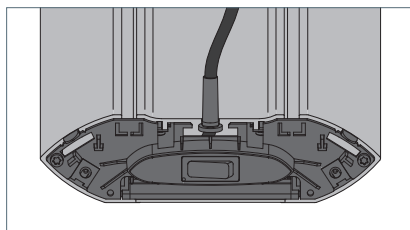

Fig. 2: Posizionamento della boccola.
- Condurre il cavo di collegamento attraverso il passacavo e spingere la boccola nel passacavo, vedi Fig. 2.